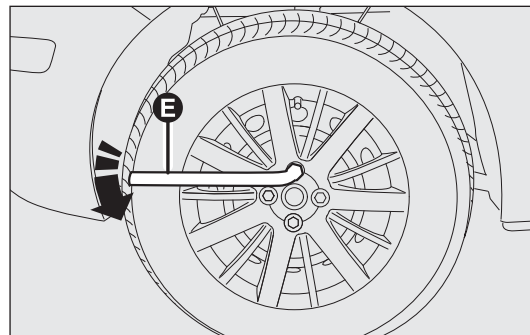

рис. 127
- с помощью ключа из комплекта инструментов Е – рис. 127 ослабьте крепежные болты приблизительно на один оборот; если на автомобиле установлены легкосплавные диски, его следует покачать, чтобы облегчить снятие диска со ступицы колеса;